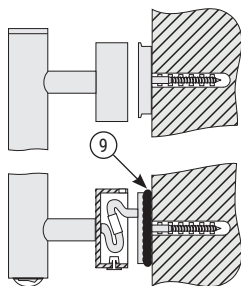

Рис. 4
- 4.14. Заправить провода в коробку (рис. 4).
- 4.15. Произвести герметизацию шва силиконовым герметиком по контуру примыкания коробки и стены (рис. 4).